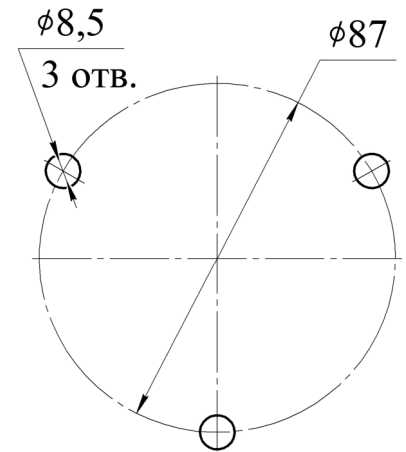

Рисунок 3
6.7 При монтаже насадка-распылителя через удлинитель (см. рисунок 3) провести следующие работы. Собрать удлинитель согласно рисунку 3. Перед сборкой на наружные резьбы трубы **5** нанести герметик, например, ТЕКАСИЛ NEUTRAL PROFІ, после чего накрутить до упора переходники **3, 4**. В резьбовые участки отверстий насадка-распылителя **2** и переходника **4** установить резиновые кольца **6, 7**. На наружную резьбу переходника **3** накрутить до упора насадок-распылитель **2**. Соединить удлинитель через резьбовое соединение с выпускной горловиной МУПТВ **1**. При монтаже необходимо обеспечить перпендикулярное направление оси удлинителя относительно горизонтальной плоскости.